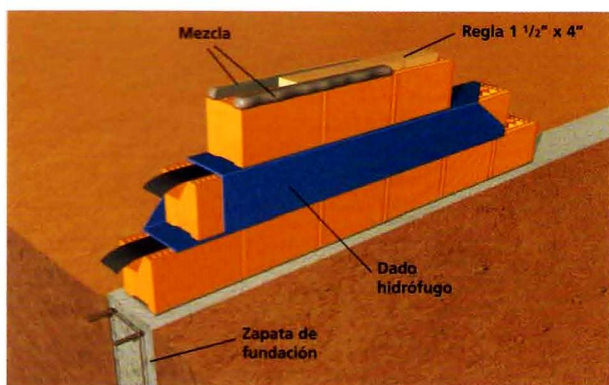

Fig. 4 Correcta posición de la mezcla.
4. Colocación de la segunda y siguientes hiladas (sobre los bloques) (Fig. 4).